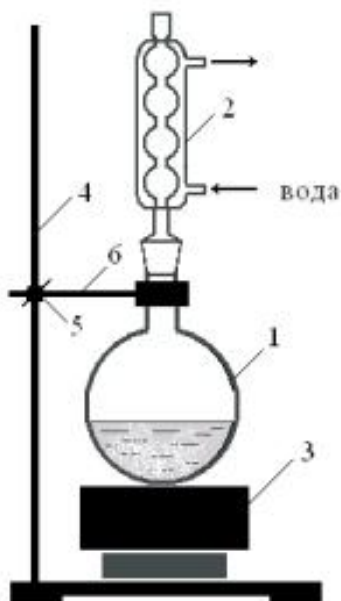

Рис. 24. Схема прибора для получения тиосульфата:
Собирают прибор, состоящий из круглодонной колбы, обратного холодильника (5) и электроплитки (рис. 24). Смесь нагревают в течение 45-60 минут (6).